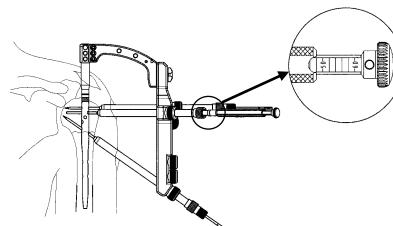

図 16
- * 17) キャンセラス SW ドリルスリーブを抜き、キャンセラス SW スリーブ先端を骨面に押しあて、骨頭軟骨下骨直下に突き当たるまでキャンセラス SW プローブデプスゲージのつまみをゆっくりと押し進め、スクリー長を計測します。(図 16)